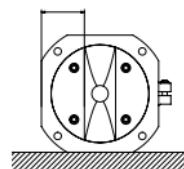

Fig. 5
- 1. Décidez de la position et de l'orientation de placement, puis fixez légèrement la collarette à l'aide des deux vis à bois fournies (Fig. 5). Si vous ne souhaitez pas percer des trous directement sur le dessus de l'armoire, préparez une plaque de fond séparée (7 cmx10 cm (approx. 3 po.X4 po.), t=12 mm (t=1/2 po.)) et attachez-la de la même manière. Fixez fermement la plaque de fond sur le cabinet.**